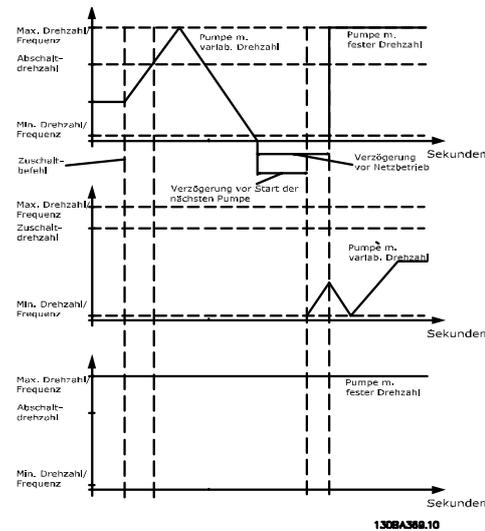

Abbildung 3.80
0.5 s* [par. 25-58 - 5.0 s]	Dieser Parameter ist nur aktiv, wenn die in 25-50 Führungspumpen-Wechsel ausgewählte Option nicht Aus [0] ist. Dieser Parameter legt die Zeit zwischen dem Stoppen der alten variablen Drehzahlpumpen und dem Starten dieser Pumpe als neue konstante Drehzahlpumpe fest. Siehe Abbildung 3.80 zur Beschreibung von Zuschalten und Wechsel .